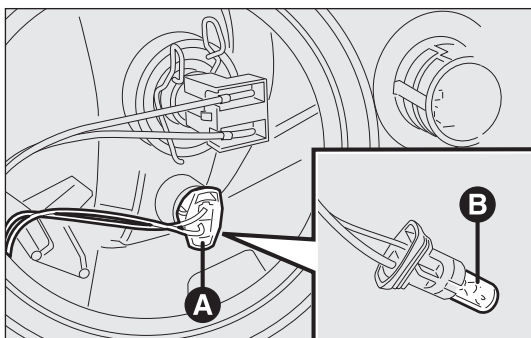

fig. 181
- Ta ut den tryckmonterade lamphållarenheten A-fig. 181. Dra ut lampan B och byt ut den.
- Sätt tillbaka lamphållarenheten A-fig. 181 genom att trycka fast den.